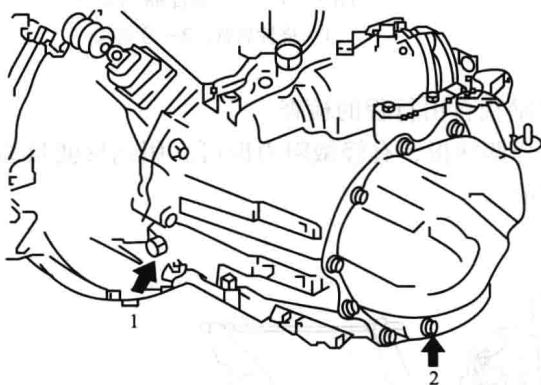

图 1-1-5 手动变速器油加注螺栓和放油螺栓
(2) 检查手动变速器液是否泄漏。
- ① 检查变速器壳接触面是否漏油； ☐ 是 ☐ 否
- ② 检查轴和拉索伸出的区域是否漏油； ☐ 是 ☐ 否
- ③ 检查油封是否漏油； ☐ 是 ☐ 否
- ④ 检查放油螺栓和加注螺栓是否漏油（如图 1-1-5 所示）。 ☐ 是 ☐ 否